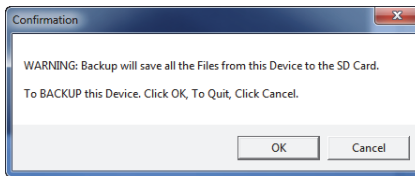

Figura 7-26 Caixa de diálogo para confirmar o início do backup
4. Quando a caixa de diálogo **Confirmation** aparecer (veja Figura 7-26 na página 215), clique em **OK** para iniciar o processo de backup.